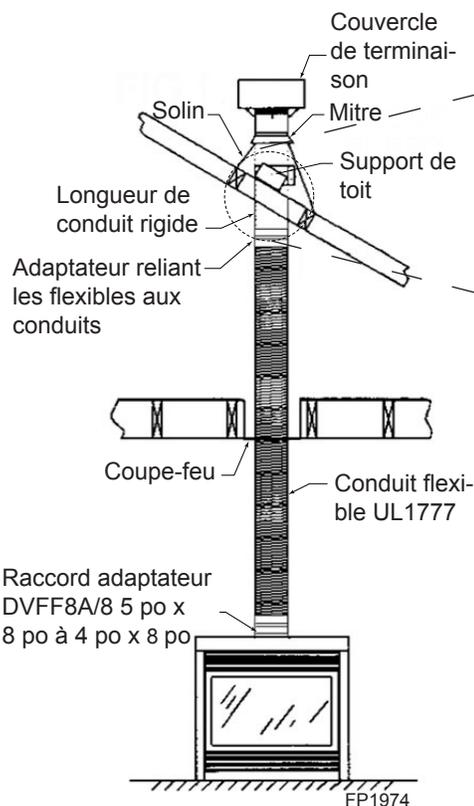

Figure 38 - Installation typique d'un conduit de ventilation flexible vertical
A. Installation de l'adaptateur flexible interne et du conduit. *Figure 38*
2. Installez les entretoises de coupe-feu, *Figure 38*, au moment de pénétrer le plafond, le grenier ou les murs.
4. N'utilisez que les terminaisons et les accessoires énumérés et approuvés et suivez les directives telles que décrites à la *Figure 38*.